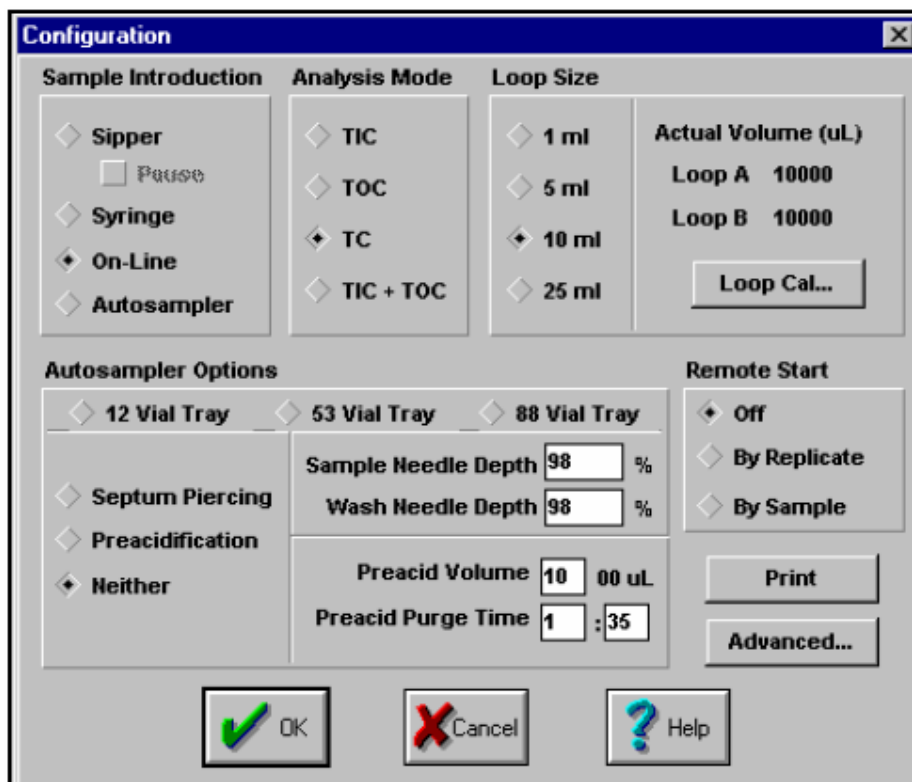

图 1 配置屏幕
- 启动 WinTOC 软件。从状态屏幕，进入 **Setup** 菜单并选择 **Configuration**。这将进入配置屏幕。对于样品引入方式，选择 **On-Line**（见图 1）。点击 **OK** 返回状态屏幕。